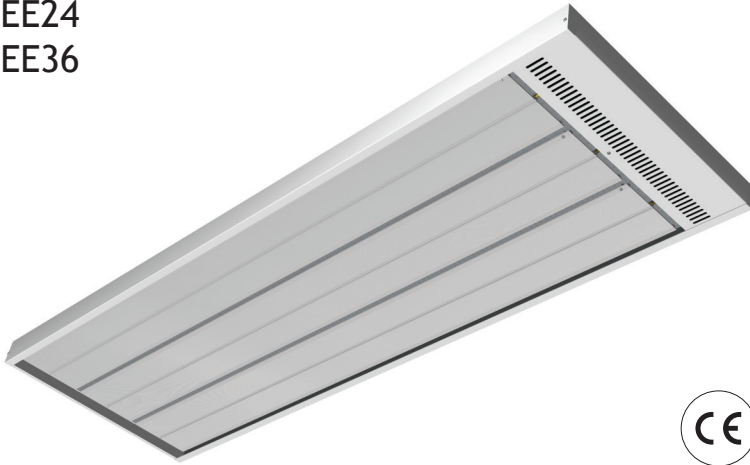

Fig.1
1. The Energostrip can be mounted to the ceiling or on the wall, horizontally, where the lowest installation height is 1.8m (2.3m UK) from the floor level. Respect and follow the minimum distances to the surrounding surfaces, according to fig.1. If the heater is fitted in vertical position the connection box must be positioned at the lower end of a sloping ceiling. Fixed heater must not be mounted in front of a socket outlet.
1. Der EnergoStrip kann an der Decke oder an der Wand montiert werden (horizontal). Die niedrigste Montagehöhe beträgt 1,8 m. Die Mindestabstände laut fig.1 sollten eingehalten werden. Wenn die Heizung in vertikaler Position montiert ist, muss die Anschlussbox am unteren Ende einer Dachschräge positioniert werden. Befestigen Sie den Heizkörper nicht unter einem Wandsockel!
1. Le Energostrip peut être monté sur les murs ou le plafond (horizontal). La hauteur de fixation minimale est de 1,8 mètres. Les distances minimales selon la figure 1 doivent être respectées. Si le chauffage est installé verticalement, la boîte de connexion doit être placée sur le dessous. Les chauffages fixes ne doivent pas être montés devant une prise de courant.
1. Energostrip kan monteras i taket eller på väggen, horisontellt, där den lägsta monteringshöjden är 1,8 m ifrån golvnivån. Respektera och följ min. avstånden till omgivande ytor enligt fig.1. Om värmaren ska monteras vertikalt, måste kopplingsutrymmet placeras nederst. Fast monterad värmare får inte placeras framför ett vägguttag.